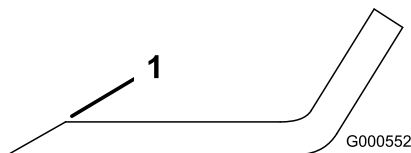
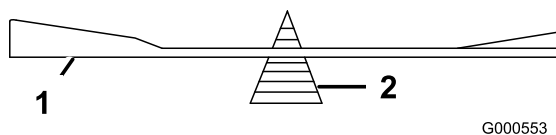

Figura 57
Figura 58
1. Utilize uma lima para afiar a aresta de corte em ambas as extremidades da lâmina (Figura 57). Mantenha o ângulo original. A lâmina manterá o equilíbrio se for retirada a mesma quantidade de material de ambas as extremidades de corte.
2. Verifique o equilíbrio da lâmina colocando-a num equilibrador de lâminas (Figura 58). Se a lâmina ficar na horizontal é porque está equilibrada e pode ser utilizada. Se a lâmina não estiver equilibrada, lime algum metal da extremidade da aba apenas (Figura 57). Repita este procedimento até a lâmina estar equilibrada.